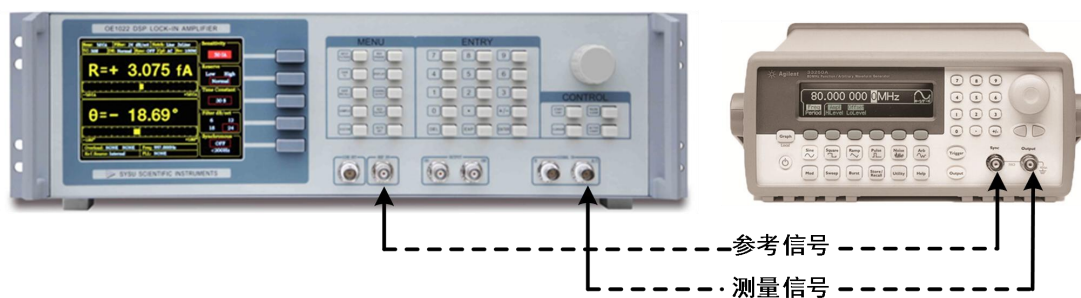

图 97. 信号线连接图
2. 用一条带 BNC 接头的信号线连接函数信号发生器的输出接口和 OE1022 前面板 SIGNAL IN 的 A/I 接口，用另一条带 BNC 接头的信号线连接函数信号发生器的参考信号接口和 OE1022 前面板的 REF IN 接口，如图 97 所示：